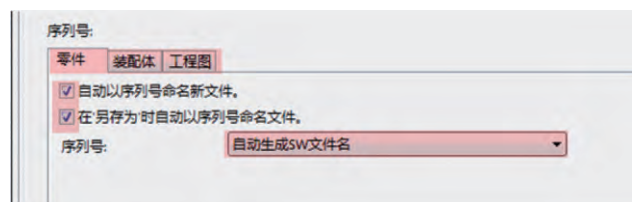

图 9
(3) 分别对零件、装配体和工程图选择“自动生成 SW 文件名”。并且对选项“自动以序列号命名新文件”和“在‘另存为’时自动以序列号命名文件”打扣，之后点击“确定”即可。如图 9 所示。